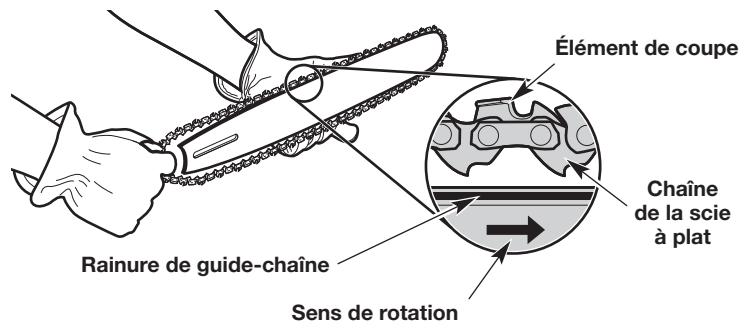
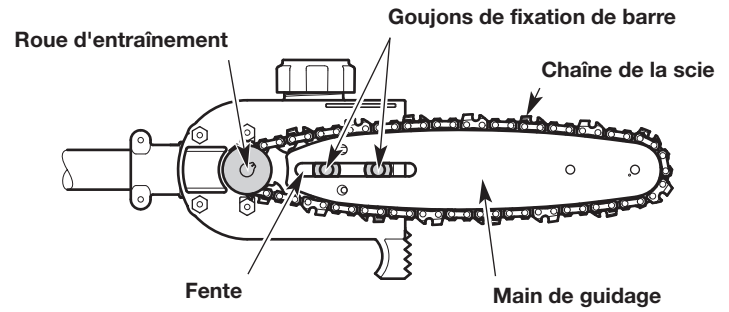

Fig. 16
Fig. 17
3. Faites entrer la chaîne dans la rainure du guide-chaîne (Fig. 16). Assurez-vous que les couteaux pointent dans le bon sens de rotation (Fig. 16). Gardez une boucle de chaîne à l'extrémité arrière du guide-chaîne (Fig. 16).
4. Maintenez la chaîne et le guide-chaîne ensemble, en position sur l'appareil. Enroulez la chaîne de scie autour du pignon d'entraînement et installez la barre de guidage sur les goujons de retenue de la barre (Fig. 17). Assurez-vous que le guide-chaîne est à plat contre la surface de montage. Assurez-vous que les méplats de la chaîne se trouvent dans les rainures sur le pignon d'entraînement (Fig. 16 et Fig. 17).